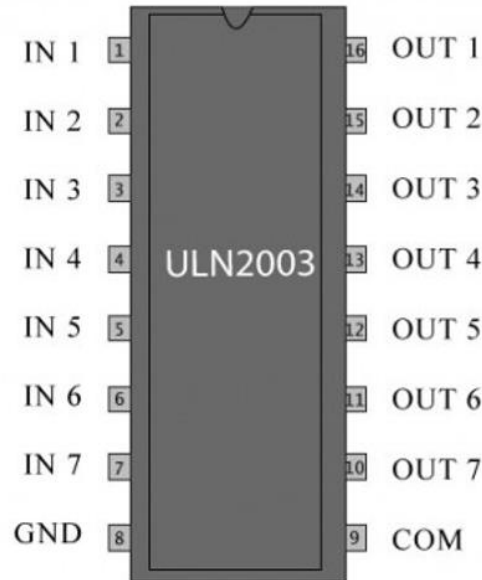

FIGURE 5.2.1 ULN2003 चा पिन
5.2.1 स्टेपरमोटार ड्रायव्हर -स्टेपर मोटरला ULN2003 (एक सामान्य स्टेपर मोटर ड्रायव्हर IC) प्रमाणे ड्रायव्हर सर्किटची आवश्यकता असते. ULN2003 मायक्रोकंट्रोलरमधून स्टेपर मोटरच्या वायंडिंगमध्ये येणारा प्रवाह नियंत्रित करण्यास सक्षम आहे. FIGURE 5.2.1 मध्ये ULN2003 साठी पिन आउट दाखवली आहे.